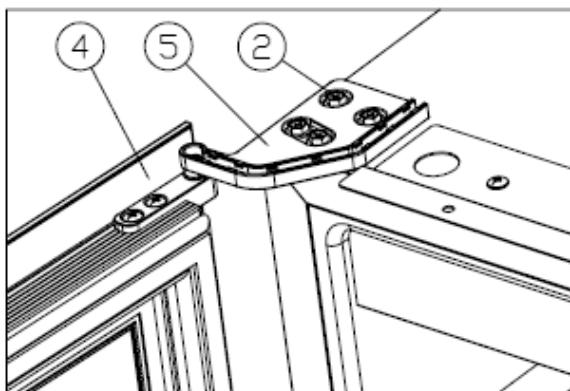

Figure 6
- Tournez la porte(4) à 180 degrés et insérez la charnière supérieure droite(5), serrez les vis. [Figure 6]